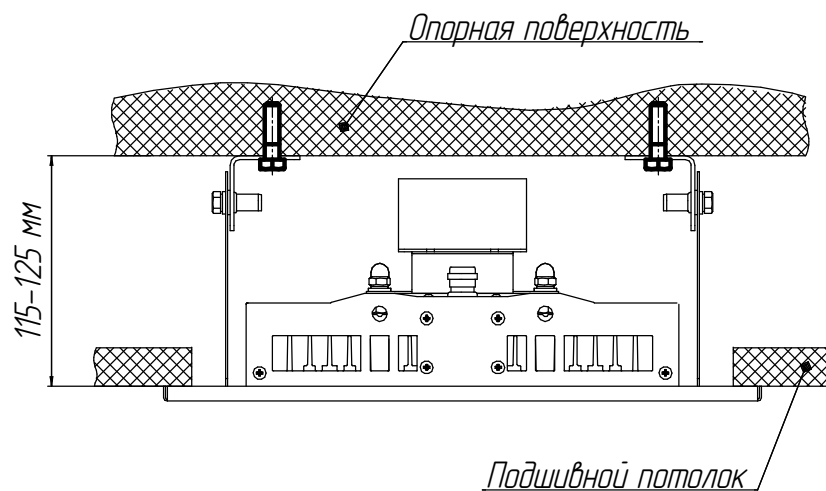
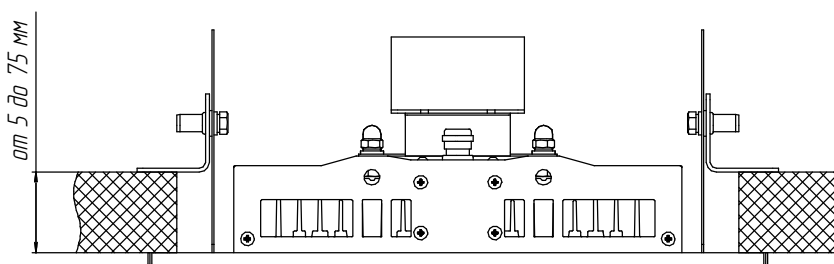

Рисунок 3 - Установка светильника с креплением к опорной поверхности
Рисунок 4 - Установка светильника с опорой на потолок.
6.4 Закрепите в нише рамку монтажную (см. рисунок 3 или рисунок 4).